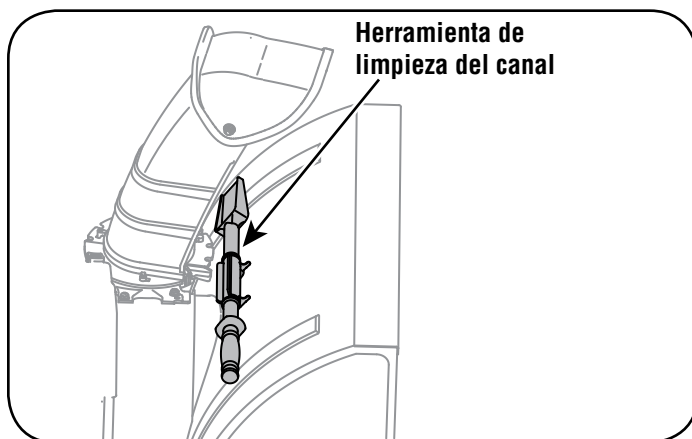

Figura 7
3. Quite la herramienta de limpieza del pasador de ensamblado. Vea la figura 7.